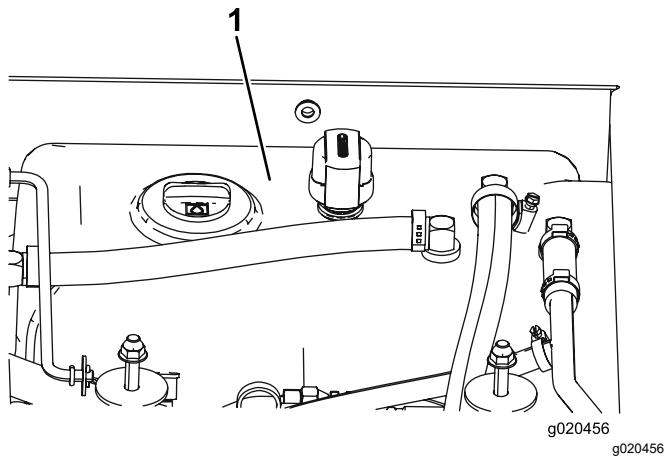

Figure 116
- Remplissez le réservoir (Figure 116) de liquide hydraulique ; voir Liquides hydrauliques spécifiés \(page 81\).